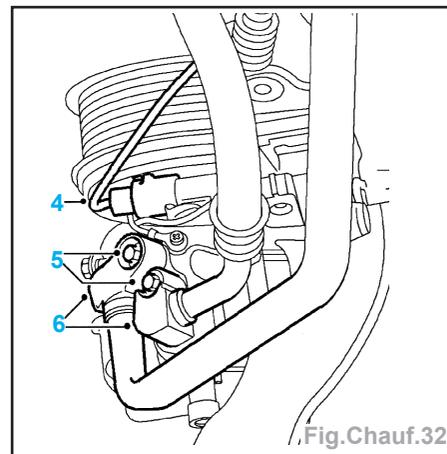

Fig. Chauf.32
- Débrancher la fiche (4) multibroches du compresseur de climatisation d'air (Fig. Chauf.32).
- Déposer les 2 boulons (5) maintenant les raccords union de tuyau de climatisation d'air sur le compresseur.
- Dégager les raccords (6) union de tuyau de climatisation d'air du compresseur.